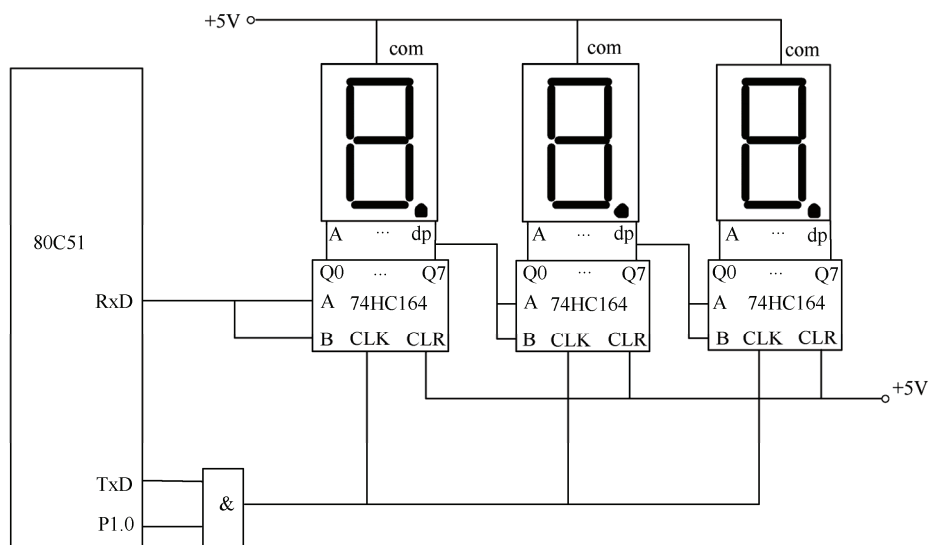

图 9.22 串行口静态显示电路
用 74HC164 扩展静态显示数码管的连接电路如图 9.22 所示。74HC164 的输入口 A 和 B 并接在单片机的串口 RxD 端，RxD 端作为移位数据输出端。CLK 信号由单片机的 TxD 端和 P1.0 相与的结果来提供，TxD 端提供移位时钟信号，P1.0 则作为数码管允许控制信号线。
**【例 9.12】**按图 9.22 编制显示子程序，显示字段码从高位到低位依次存在片内 RAM 30H~32H 中。